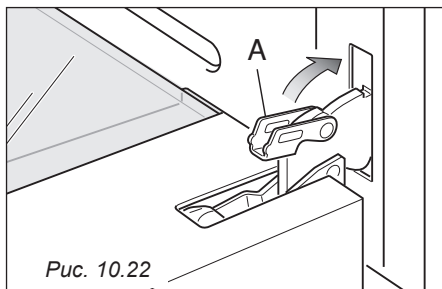

Рис. 10.22
- Полностью откройте дверцу духового шкафа и закройте рычаг А на левом и правом шарнирах (Рис. 10.22).